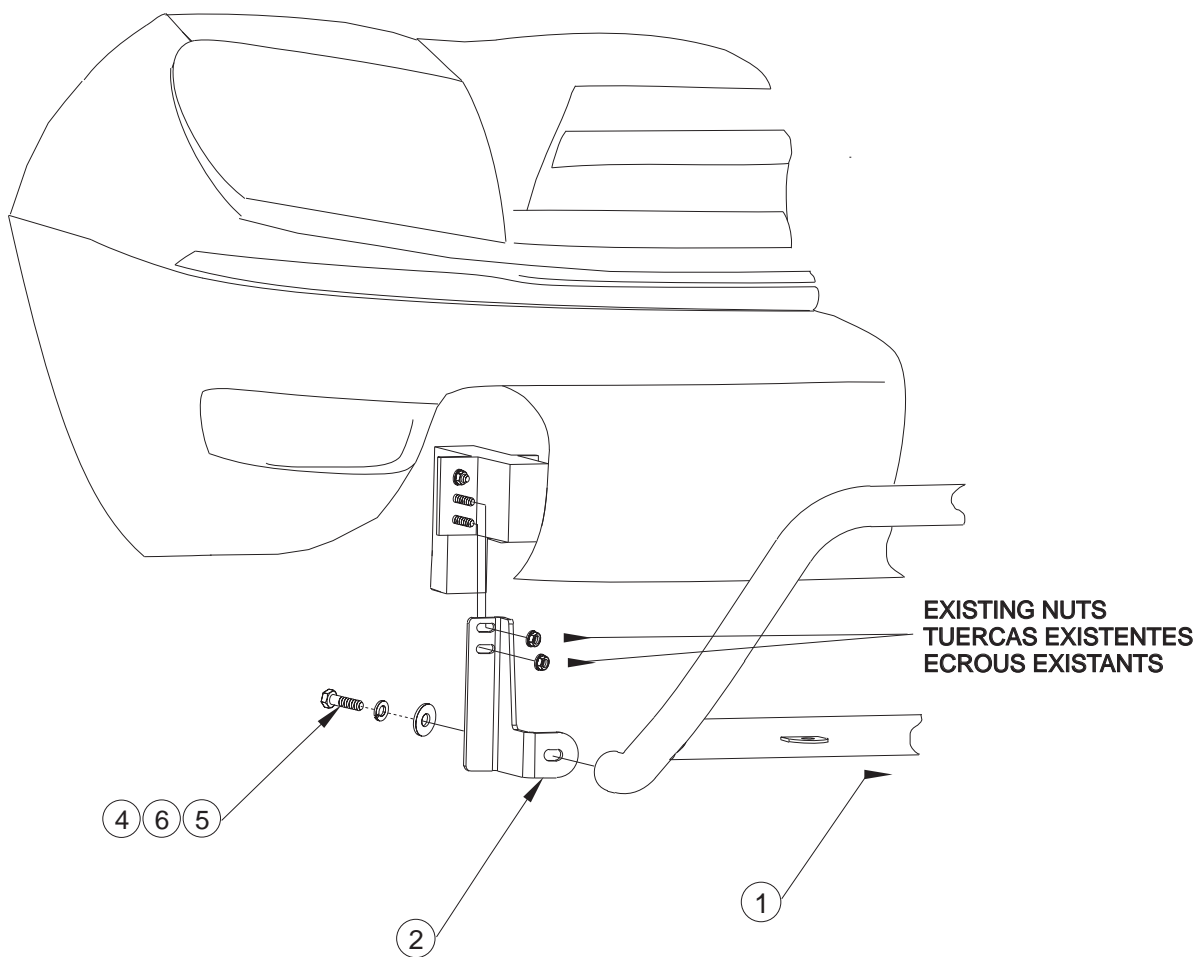

FIGURE 1 FIGURA 1 FIGURE 1
- STEP 2. Remove two of the three outer hex nuts that hold bumper support frame to vehicle frame. **SEE FIGURE 1.**
- ETAPE 2. Retirez deux des trois écrous hexagonaux extérieurs retenant le support du pare-chocs au cadre du véhicule. **VOIR FIGURE 1.**